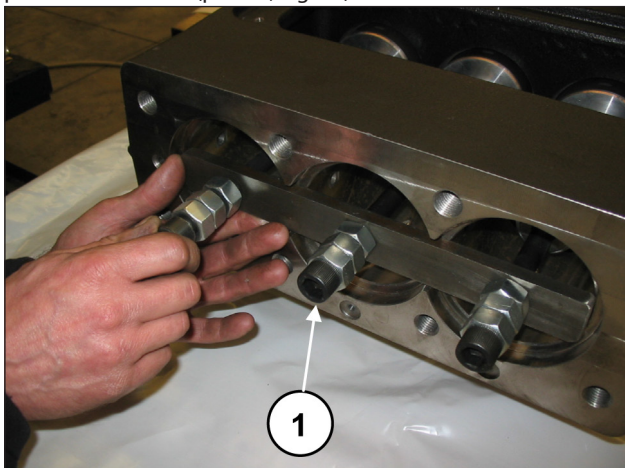
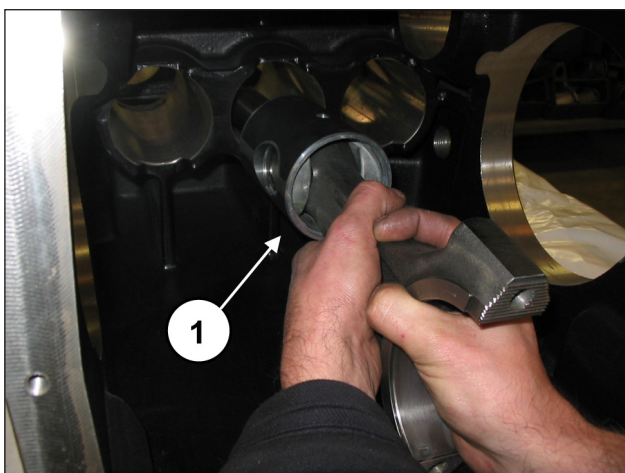

Fig. 40
Fig. 41
Prossiga com o desapertar dos parafusos da ferramenta, cód. 27566200, para desbloquear as hastes (pos. ①, Fig. 40) e, em seguida, extraia os grupos da haste-guia do pistão da abertura posterior do carter (pos. ①, Fig. 41).
Depois de ter verificado a limpeza correta do carter, insira o grupo da semi-haste-guia do pistão no interior das varas do carter (pos. ①, Fig. 41).
Bloqueie os três grupos da ferramenta adequada, cód. 27566200 (pos. ①, Fig. 40).
Remova a ferramenta para o bloqueio da haste, cód. 27566200 (pos. ①, Fig. 40) e deslize as hastes para dentro até entrar em contato com o eixo de manivela.